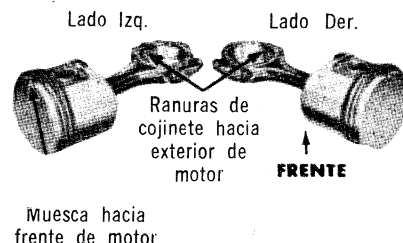

Fig. 41 — Embo y Biela, Armados. Ilustrativo
2. Coloque la biela en el émbolo y empuje el pasador a su lugar. **Arme el émbolo y la biela con el agujero para salpicado de aceite de la biela y la muesca en la cabeza del émbolo colocados como se ilustra en la Fig. 41.**